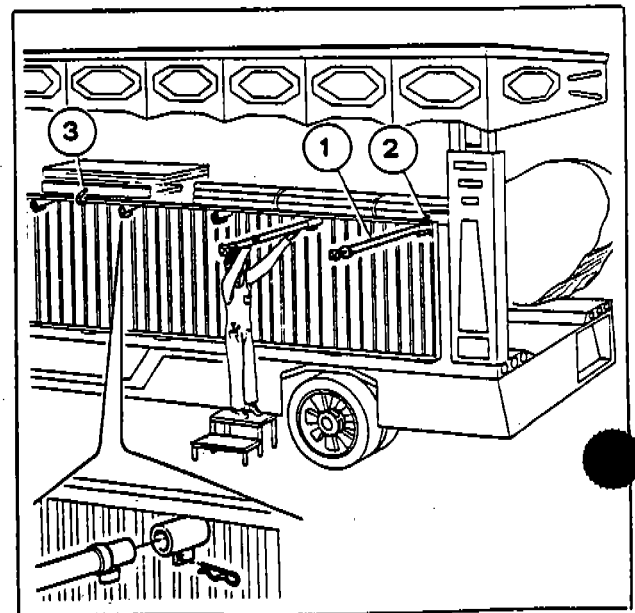
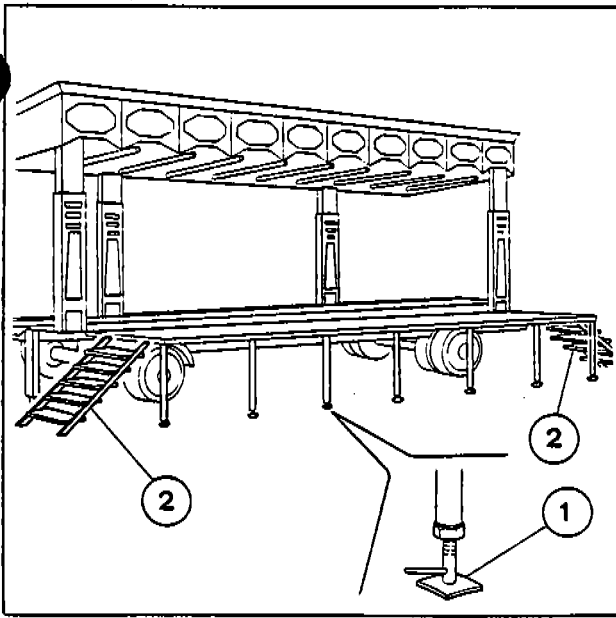

Fig. 12
Fig. 13
- a) Montare le gambe di appoggio (1-Fig. 12) sulla pedana.
- b) Sganciare i tiranti pedane (2-Fig. 12) alle estremità carro e (3-Fig. 12) centrale dal supporto appendice per il trasporto attrezzatura. Portare la pedana in posizione orizzontale (Fig. 13).
- c) Livellare la pedana registrando i piedini (1-Fig. 13) delle gambe di appoggio.
- d) Agganciare le gradinate (2-Fig. 13) alle estremità pedana.